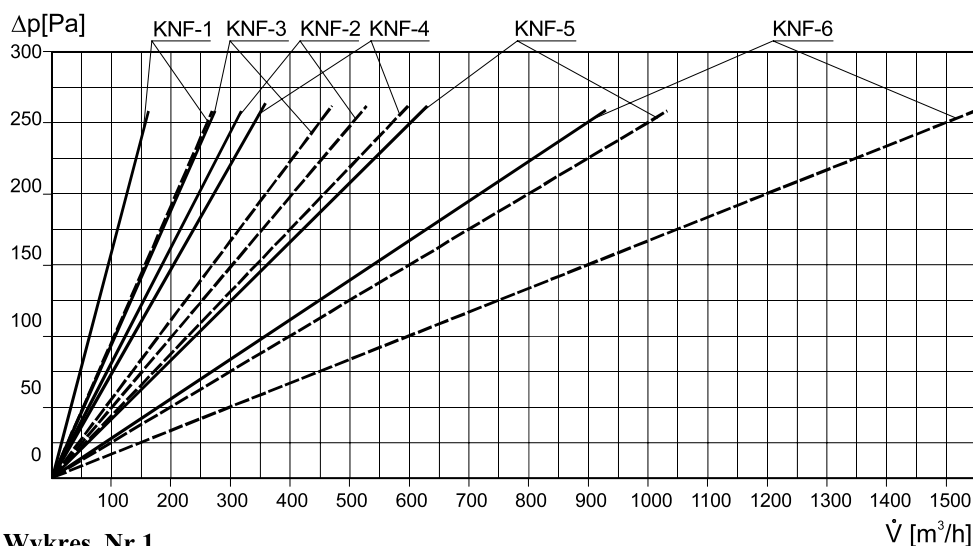

Rys. Nr 2 Nawiewnik KNF
- nawiewniki z kratką nawiewną typu **KNF** – Rys. Nr 2